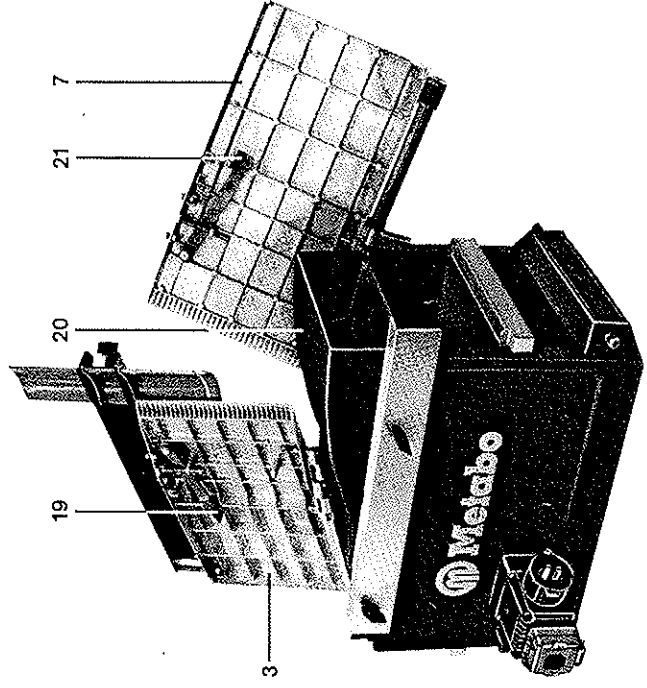

Bild 4
Die Riegel (19) und (21) (an der Unterseite der Abrichttische; siehe Bild 4) eindrücken und die Tische hochklappen.
- den Anschlag (6) abnehmen,
- den Riegel (21) (Bild 4) eindrücken und den Aufnahmetisch hochklappen,